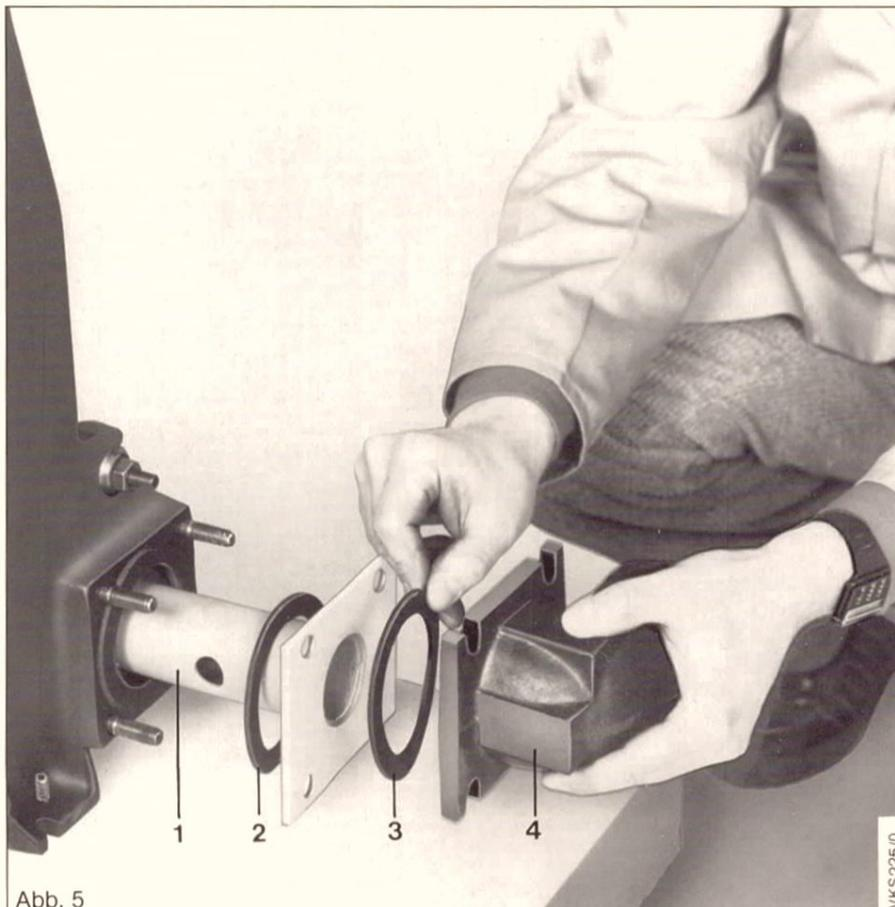

Abb. 5
Der VKS 60/2 EU—VKS 120/2 EU erhält ein Wasserverteilerrohr. Das Wasserverteilerrohr (1) wird in die Rücklaufnabe eingeschoben. Dichtung (2) wie in Abb. 5 dargestellt verwenden.